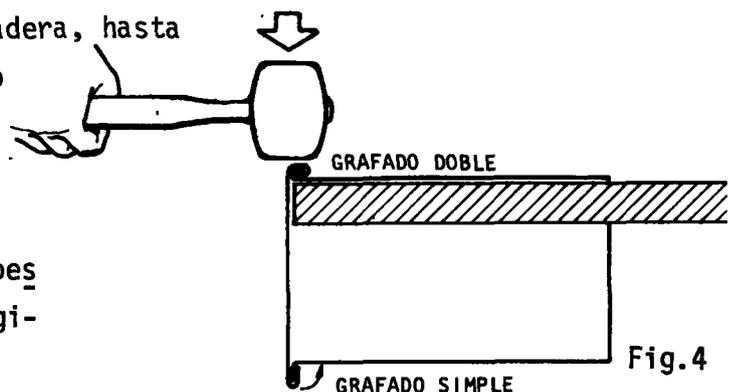

Fig.4
- b Sujete con una mano y con la otra golpee la pestaña utilizando una mazo de madera, hasta completar el grafado (fig. 4).